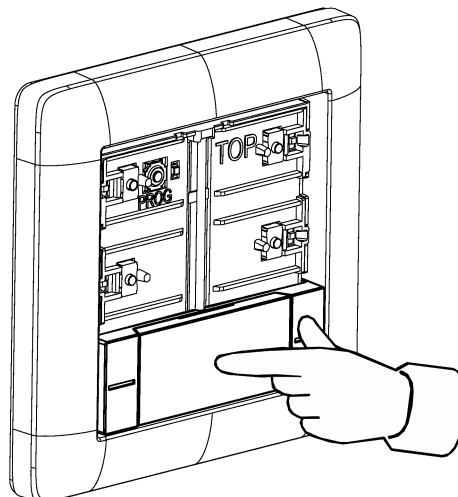

Figure 7: Appuyer sur le centre de l'interrupteur de commande à bascule
- Appuyer sur le centre de l'interrupteur de commande à bascule (voir figure 7).